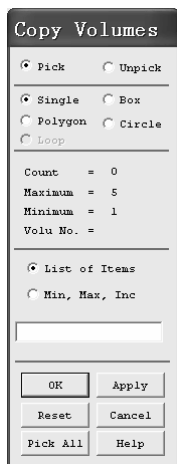
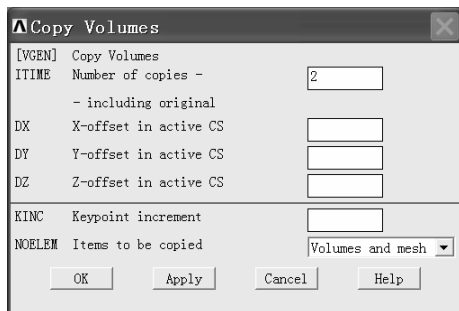

图 2-146 “Copy Volumes”窗口
图 2-147 另一种形式的“Copy Volumes”窗口
(16) 依次选择 Main Menu>Preprocessor>Modeling>Copy>Volumes, 弹出“Copy Volumes”窗口(见图 2-146)。鼠标光标变为黑色向上的箭头。
(17) 将鼠标光标指向 B 梁板的中心位置, 然后单击鼠标左键, B 梁板改变颜色, 表示被选中。另外, 如果不小心选中 A 圆筒的一部分, 可以用如下的方法取消选择: 单击鼠标右键, 光标变成向下的箭头, 指向 A 圆筒上被错选的部分, 再单击鼠标左键, 错选部分被取消恢复到最初颜色。这时再单击一下鼠标右键, 光标变为向上的黑色箭头, 这时又可以重新选择了。
(18) B 梁板被选中后单击“Copy Volumes”窗口中的“OK”按钮, 弹出另一种形式的“Copy Volumes”窗口(见图 2-147)。